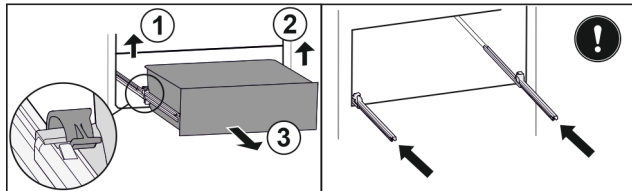

Fig. 112
- Soulever la bride gauche et tirer dans le même temps la partie gauche du tiroir vers l'avant. Fig. 112 (1)
- Soulever la bride droite et tirer dans le même temps la partie droite du tiroir vers l'avant. Fig. 112 (2)
- Retirer le tiroir par l'avant. Fig. 112 (3)